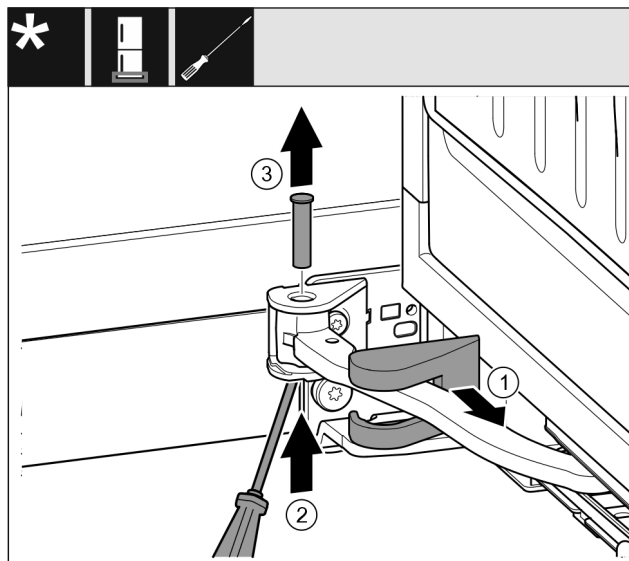

Fig. 15
- ▶ Skinite pokrov podloška ležaja i pomaknite ga uzduž zgloba. Fig. 15 (1)
- ▶ Prstom ili odvijačem podignite odozgo svornjak. Fig. 15 (2)
- ▶ Gurnite odvijač ispod glave svornjaka i izvucite je. Fig. 15 (3)